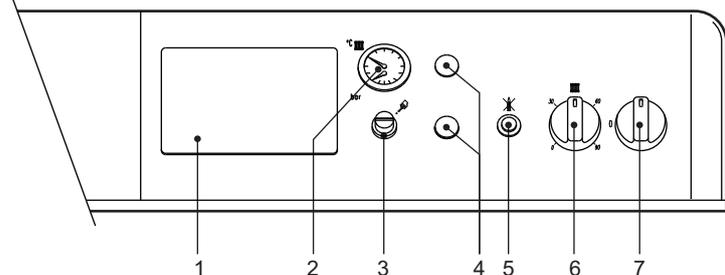

fig. 1 - Pannello comandi
- Portare l'interruttore di caldaia "7" sulla posizione 1 (fig. 1).
- Qualora la caldaia venga dotata di una centralina elettronica termostatica, montata in posizione 1 di fig. 1, l'utente dovrà tenere conto anche delle istruzioni fornite dal costruttore della stessa.
Ruotando la manopola **6** di fig. 1 in senso orario la temperatura dell'acqua di riscaldamento aumenta, in senso antiorario diminuisce. La temperatura può essere variata da un minimo di 30° ad un massimo di 90°. Consigliamo comunque di non far funzionare la caldaia al di sotto dei 45°.
Impostare tramite il termostato ambiente la temperatura desiderata all'interno dei locali. Su comando del termostato ambiente la caldaia si accende e porta l'acqua impianto alla temperatura impostata dal termostato di regolazione caldaia **6** di fig. 1. Al raggiungimento della temperatura desiderata all'interno dei locali il generatore si spegne.
La pressione di caricamento ad impianto freddo, letta sull'idrometro caldaia part. 2 di fig. 1, deve essere di circa 1,0 bar. Qualora durante il funzionamento la pressione dell'impianto scendesse (a causa dell'evaporazione dei gas disciolti nell'acqua) a valori inferiori al minimo sopra descritto, l'Utente dovrà, agendo sul rubinetto di caricamento, riportarla al valore iniziale. A fine operazione richiudere sempre il rubinetto di riempimento.